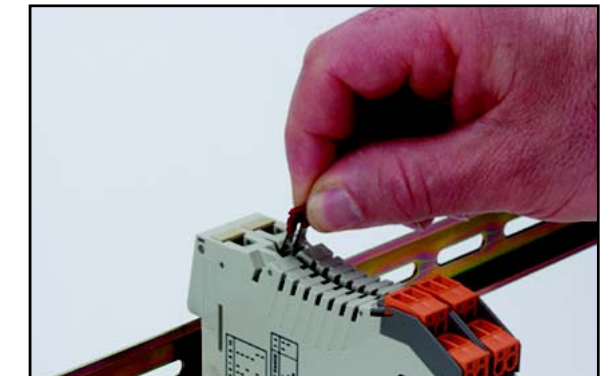

Abbildung 2
**HINWEIS:** Das Gerät wird mit befestigten Brückenklammern geliefert. Bitte diese Klammern vor Installation des Moduls an der DIN-Schiene entfernen. Wenn die Brückenklammern zum Verbinden der Spannung dienen sollen, können sie nach der Montage der Module an der DIN-Schiene montiert werden. Siehe Abbildung 2.
Die Brückenklammern (siehe Abbildung 2) werden zur Stromverteilung auf bis zu 16 Module verwendet. Bei Anwendungen mit mehr als 16 Modulen müssen die Stromleitungen an das erste und letzte Modul angeschlossen und über Brückenklammern auf die übrigen Module verteilt werden. Dadurch kann ein Modul ausgetauscht werden (Hot-Swapping), ohne dass die Stromzufuhr zu den übrigen Modulen unterbrochen wird.